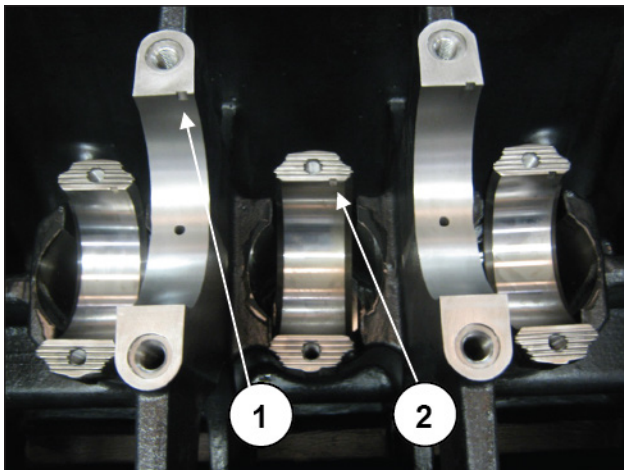

Fig. 96
Para uma montagem correta dos semi-rolamentos do banco de da haste, certifique-se de que a lingueta de referência esteja posicionada nas caixas adequadas (pos. ①, ②, Fig. 96).